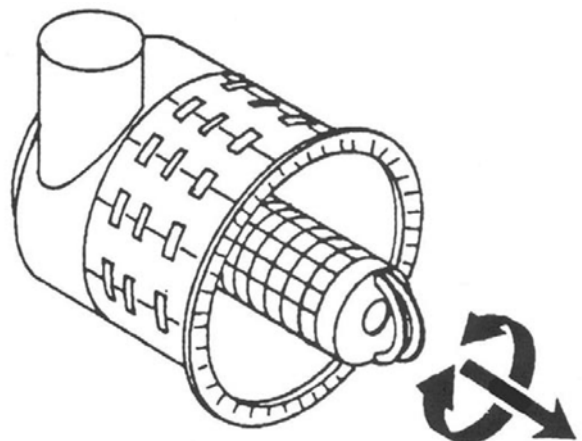

Fig. 12 Extraction de l'élément secondaire (modèle A)
- Saisir l'élément secondaire par les deux attaches et l'extraire en opérant de légers mouvements rotatifs (voir Fig. 12).